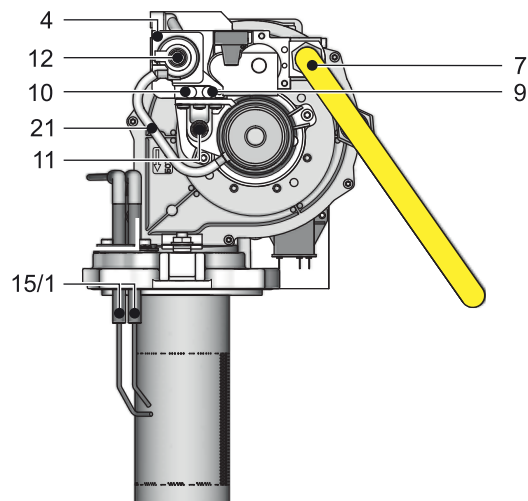

Figura 7-3 Bruciatore del A1 BG - Veduta laterale sinistra
La funzione di regolazione della miscelazione gas/aria (miscelazione pneumatica) provvede a mantenere costante con ogni grado di potenza l'afflusso idoneo di O₂/CO₂ impostato mediante la vite di regolazione della miscelazione gas/aria (figura 7-3, pos. 11) ed eventualmente mediante la vite di regolazione della pressione del gas (figura 7-3, pos. 12). Grazie alla regolazione della miscela gas/aria, il bruciatore reagisce immediatamente a ogni cambiamento del volume di afflusso dell'aria con un cambiamento corrispondente del volume di afflusso del gas.